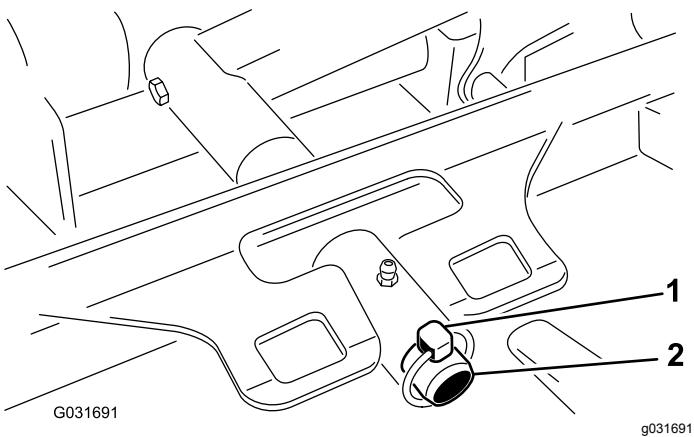

Figura 80
3. Retire o pino de sujeição que fixa a estrutura de suporte da plataforma ao pino da articulação do braço de elevação (Figura 80).
3. Deslize a estrutura de suporte da plataforma para o pino da articulação do braço de elevação e prenda-a com o pino de sujeição (Figura 80).